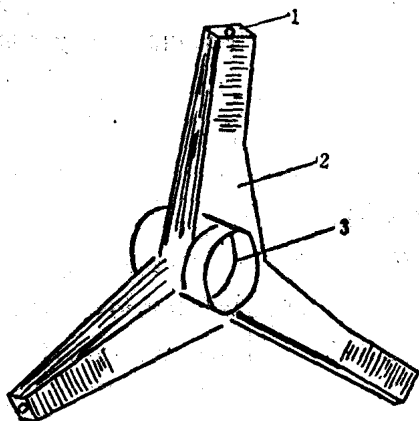

图 9 外筒Y型支架和轴承座
**外筒Y型支架和轴承座：**外筒Y型支架和轴承座由合金铝浇铸而成。轴承座位于Y型支架中央，轴承座中装有两个滚动轴承和油封。外筒Y型支架和轴承座通过螺栓与洗涤液筒后端面固定，它的作用是通过轴承、转轴和内筒骨架对内筒起到支架作用，保证内筒的洗涤工作能在洗涤液筒内顺利进行。其结构如图9所示。